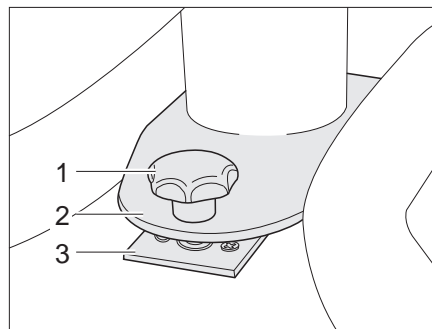

Fig. 98 Bloqueo mesa fija
- Colocar la mesa fija con la placa con agujero (Fig. 98,2) sobre la sujeción (Fig. 98,3).
- Desplazar la mesa fija de tal manera que el tornillo de sujeción (Fig. 98,1) pueda atornillarse en la sujeción (Fig. 98,3).